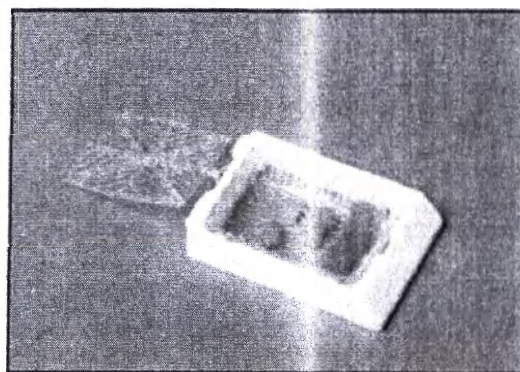

Рисунок 4
4. Расположение нескольких образцов микропрепаратов в одной кассете (Рисунок 4).